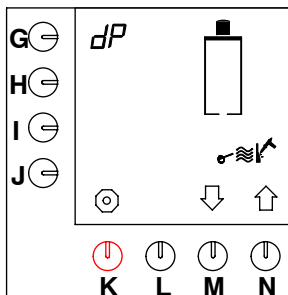

Fig. 15 Início do programa de eliminação de cal do sistema de preparação de café
- O programa de eliminação de cal aparecerá no visor. Consulte a fig. 15 .